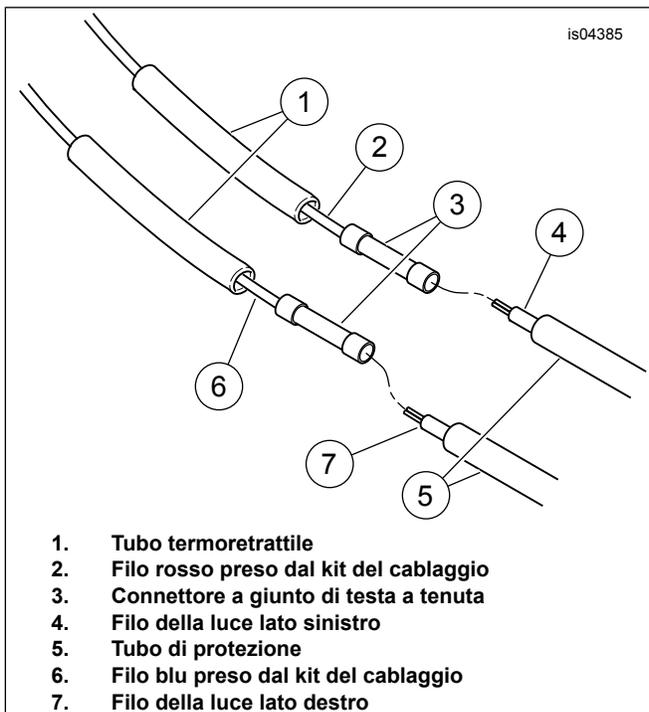

Figura 7. Collegamento dei fili della luce al cablaggio del kit
18. Vedere Figura 7. Far scivolare il tubo termoretrattile (1) prelevato dal kit sul filo blu nel cablaggio della luce di inseguimento. Giuntare il connettore a giunto di testa a tenuta (3) al filo blu utilizzando una pinza per giuntaggio (38125-8). Portare il filo della luce di inseguimento, lato destro, al connettore e tagliare il filo, lasciando all'incirca 25 mm (1 in) di filo oltre al connettore a giunto di testa a tenuta. Tagliare il tubo di protezione dei fili (5) circa 38 mm (1-1/2 in) dall'estremità del filo.
20. Inserire l'estremità del filo della luce del lato destro nel connettore a giunto di testa a tenuta (3). Utilizzare la pinza per giuntaggio per giuntare i fili al connettore a giunto di testa a tenuta.